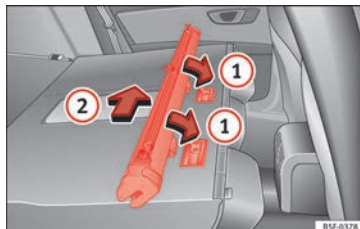

Fig. 168 Montar a rede de separação nos encostos do banco traseiro.
- Coloque a carcaça da rede nos rebaios das calhas de fixação no sentido das setas » Fig. 168 ①.
- Empurre a carcaça para o lado esquerdo do veículo no sentido da seta » Fig. 168 ② e até ao limite.
- Puxe da carcaça da rede aproximadamente 5 cm no sentido contrário da seta » **Fig. 168 ②**.
- Retire a carcaça das calhas de fixação puxando no sentido contrário ao das setas » **Fig. 168 ①**.